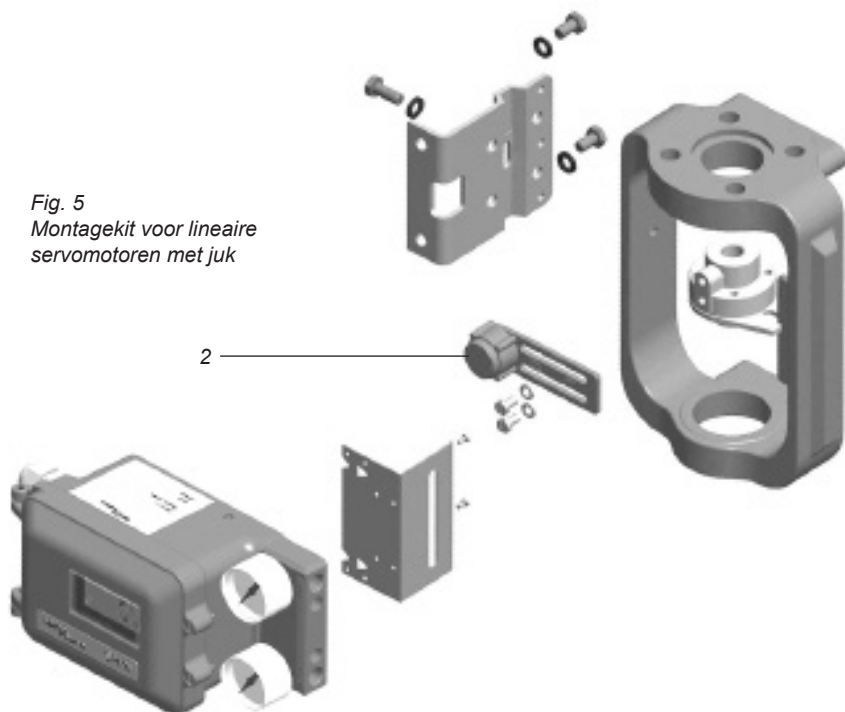

Fig. 5
- 5.2.1 Bevestig de magneetbeugel (2) losjes aan de connector klep / servomotor (zie Fig. 5). Verifieer of de beugel horizontaal is gepositioneerd (zoals voorgesteld in Figuur 5).